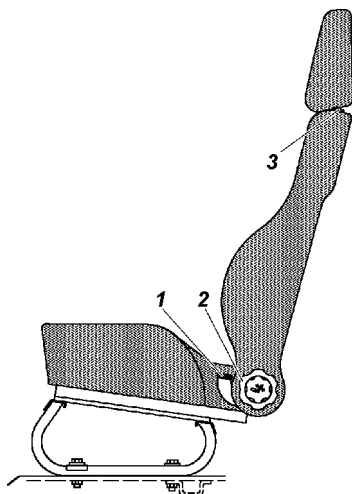

Рис. 3.7. Переднее сиденье:
- вниз также усилием руки, но при нажатой кнопке 3 (рис. 3.7) фиксатора подголовника.
Регулировка **передних сидений** в продольном направлении осуществляется с помощью рычага 1 (рис. 3.7):